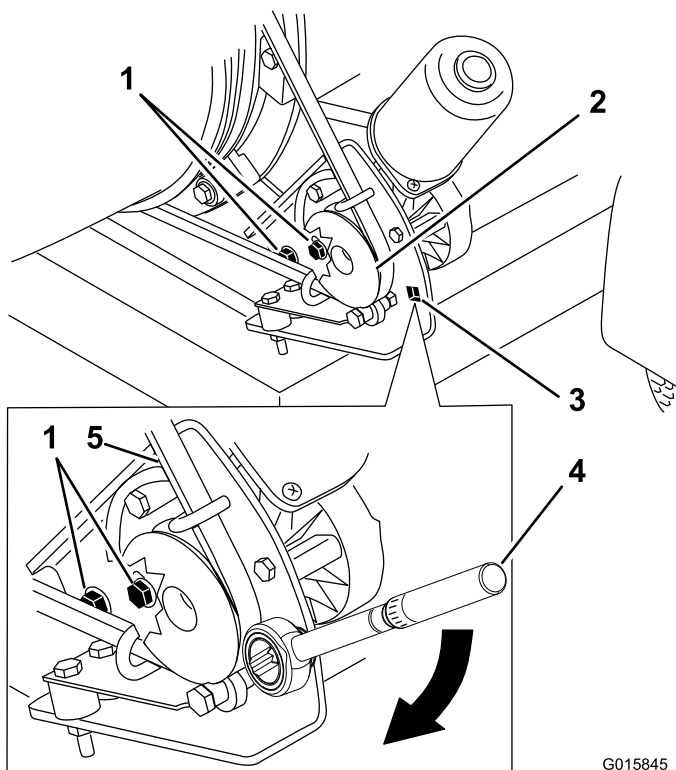

Figura 31
1. Desaperte os parafusos que fixam o suporte de montagem da polia ao chassis do soprador (Figura 31).
- Coloque uma chave dinamométrica no suporte de montagem da polia (Figura 31).
- Rode o suporte de montagem da polia afastando-o do bico até que a chave indique 22,6 a 26,0 Nm (Figura 31).